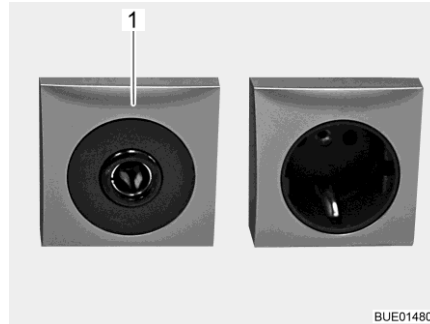

Fig. 119 Prise de courant 12 V/10 A
- ▷ Ne brancher aux prises de courant (Fig. 119,1) du réseau de bord 12 V que des appareils de maximum 10 A.